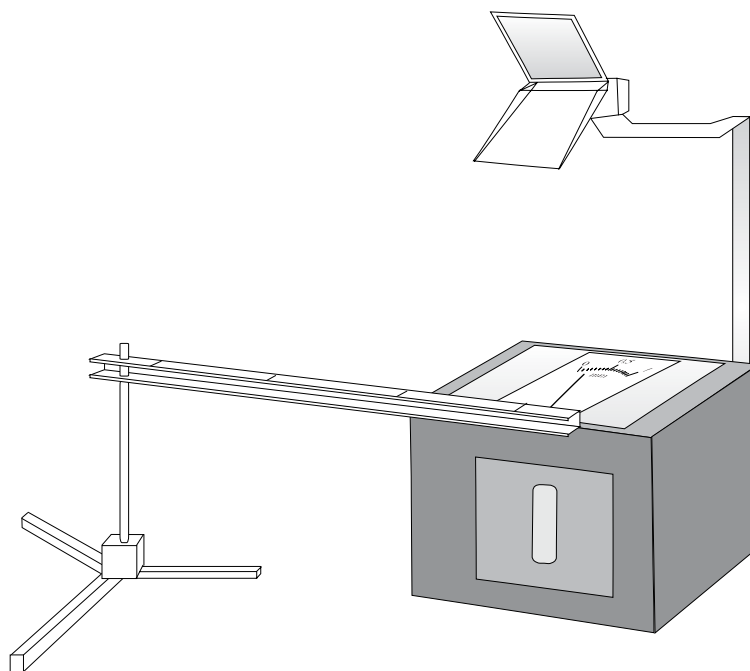

Figure 2
- ① Palier fixe avec vis pour la fixation du tube et vis d'ancrage
- ② Vis pour barre de trépied (cf. Fig. 2)
- ③ Tige de base
- ④ Attache à ressort pour fixer les tuyaux
- ⑤ Palier de guidage avec rouage pour pointeur
- ⑥ Epruvette
- ⑦ Pointeur
- ⑧ Graduation